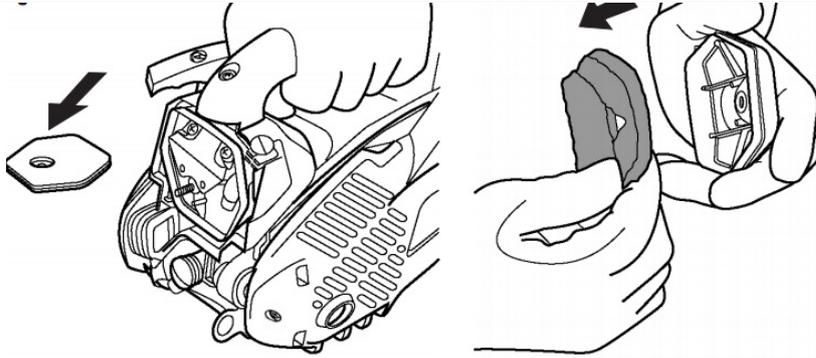

Fig.51
- Séparer les deux moitiés (Fig. 51) en s'aidant (si nécessaire) d'un tournevis.